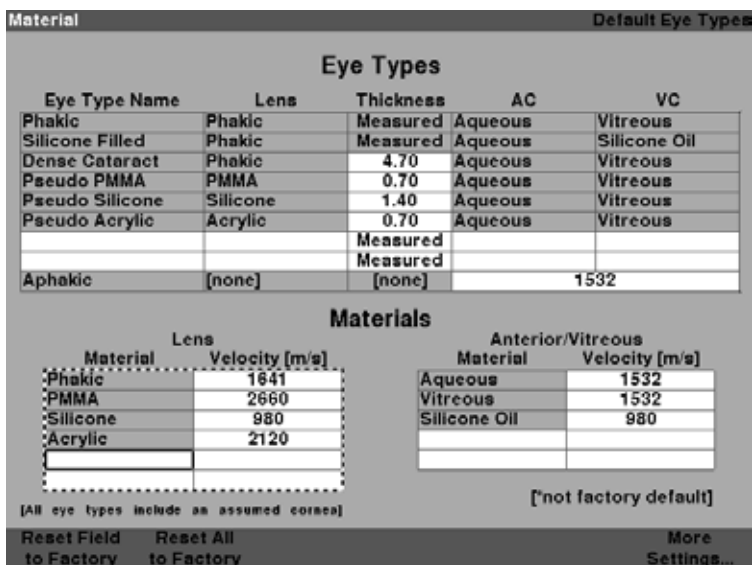

Figura 5-4 Selección de una celda para ingresar un material de lente intraocular nuevo
2. Presione el control giratorio para activar la tabla Lens Material (Materiales de lentes intraoculares). La tabla está activada cuando está rodeada con un borde punteado, como se muestra en la Figura 5-4 a continuación.